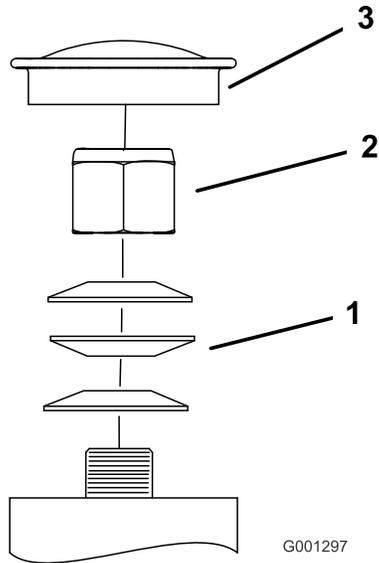

Figura 76
3. Retire el tapón guardapolvo de la rueda giratoria y apriete la contratuerca (Figura 76).
- Apriete la contratuerca hasta que las arandelas de muelle estén planas, luego afloje $\frac{1}{4}$ de vuelta para establecer la pre-carga correcta de los cojinetes (Figura 76).
Importante: Asegúrese de que las arandelas de muelle están correctamente instaladas, según se muestra en Figura 76.
- Coloque el tapón anti-polvo (Figura 76).